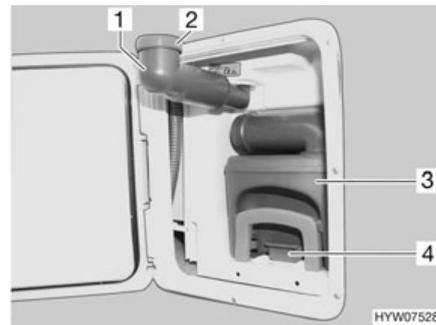

Fig. 168 Cassette Thetford
- Faire pivoter le bec de remplissage d'eau fraîche (Fig. 168,1) vers l'extérieur.
- Retirer le bouchon à vis (Fig. 168,2).